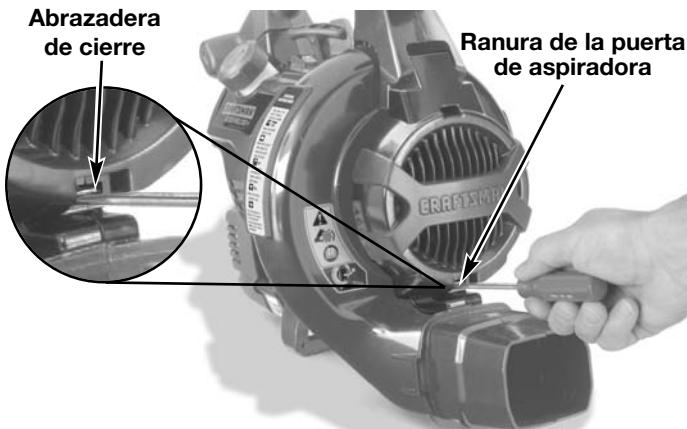

Fig. 3
- Voltee la unidad de modo que quede erecta en la tapa del silenciador. La parte delantera de la unidad y la puerta de la aspiradora deben darle el frente a usted (Fig. 3).
4. Inserte un destornillador de cabeza plana en la ranura en el extremo inferior de la puerta de la aspiradora. Establezca contacto con la abrazadera de cierre de la puerta de aspiradora y empuje hacia adentro y arriba (Fig. 3). Despues tire de la puerta de la aspiradora y manténgala abierta.